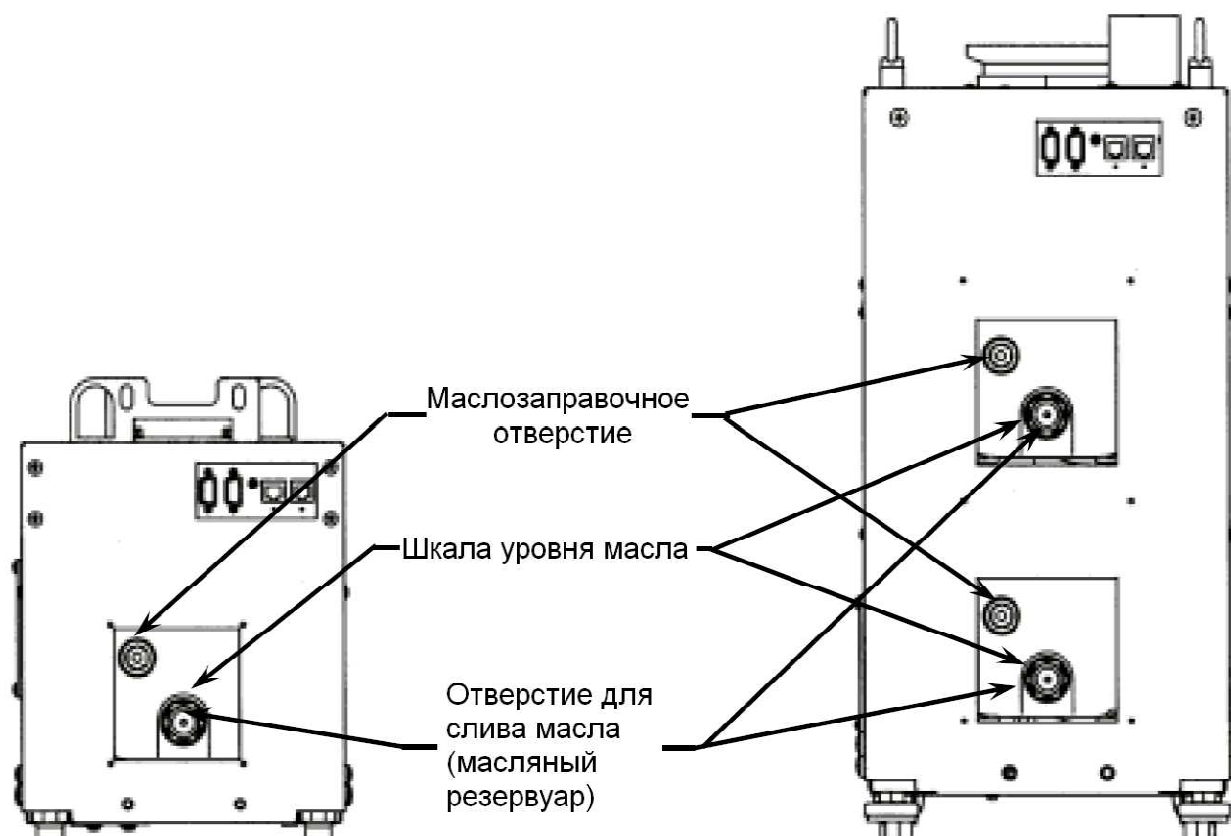

Рис. 7.2 Нахождение маслозаправочного отверстия, шкалы уровня масла, и отверстия для слива масла
(2) Подождите, пока внутреннее давление насоса станет атмосферным (нормальным), после чего снимите заглушку с маслозаправочного отверстия. (См. Рис. 7.2)
(3) Проверьте уровень масла через окошко уровнемера. Затем добавьте масло так, чтобы его уровень был между верхним и нижним пределом на уровнемере (см. Рис. 7.2 и 7.3).
(4) Проверьте, не прилипли ли какие-либо инородные предметы к уплотнительному кольцу заглушки, после чего закройте маслозаправочное отверстие.
(5) После добавления смазочного масла проверьте на просачивание воздуха.